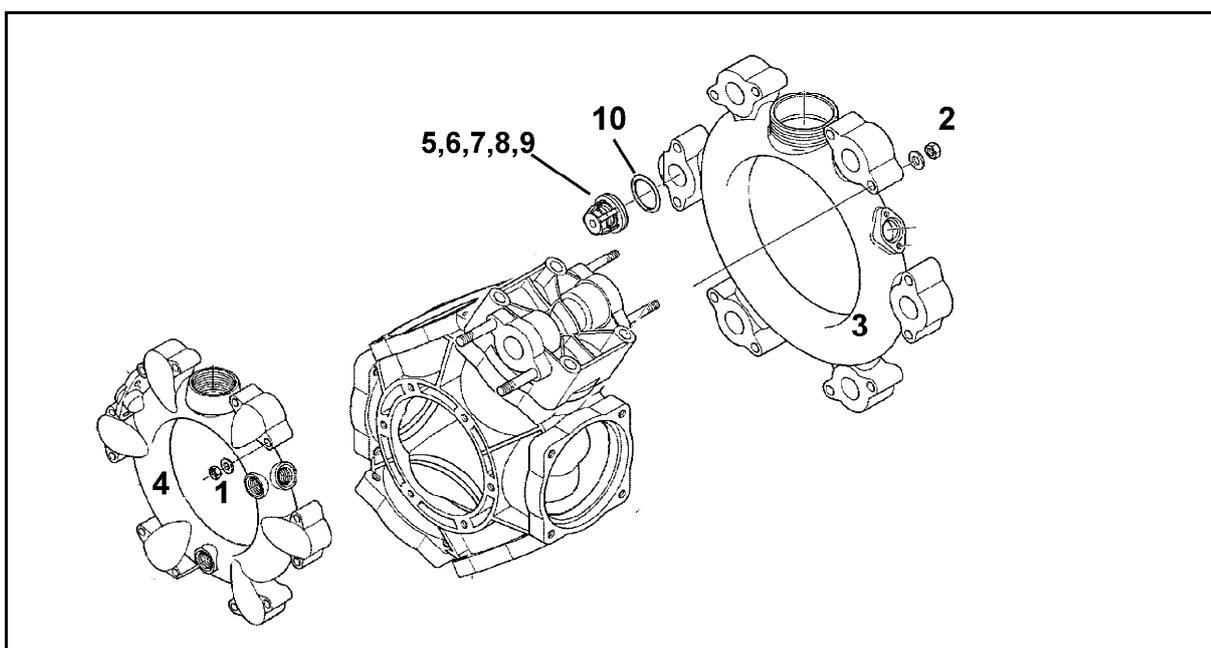

Fig. 164
- Achten Sie auf die jeweilige Einbaulage der saug- und druckseitigen Ventile, bevor Sie die Ventilgruppen (Fig. 164/5) herausnehmen.
- Achten Sie beim Zusammenbau darauf, dass die Ventilfehrung (Fig. 164/9) nicht beschädigt wird. Beschädigungen können zum Blockieren der Ventile führen.
- Die Schrauben (Fig. 164/1) unbedingt kreuzweise mit dem angegebenen Drehmoment anziehen. Unsachgemäßes Anziehen der Schrauben führt zu Verspannungen und somit zur Undichtigkeit.
2. Muttern (Fig. 164/1,2) entfernen.
3. Saug- und Druckkanal (Fig. 164/3 und Fig. 164/4) abnehmen.
4. Ventilgruppen (Fig. 164/5) herausnehmen.
5. Überprüfen Sie Ventilsitz (Fig. 164/6), Ventil (Fig. 164/7), Ventilfehrer (Fig. 164/8) und Ventilfehrung (Fig. 164/9) auf Beschädigungen bzw. Abnutzung.
6. Den O-Ring (Fig. 164/10) entfernen.
8. Ventilgruppen (Fig. 164/5) nach Prüfung und Reinigung montieren.
9. Neue O-Ringe (Fig. 164/10) einsetzen.
10. Saug- (Fig. 164/3) und Druckkanal (Fig. 164/4) an das Pumpengehäuse anflanschen.
11. Ziehen Sie die Muttern (Fig. 164/1,2) kreuzweise mit einem Drehmoment von **11 Nm** an.